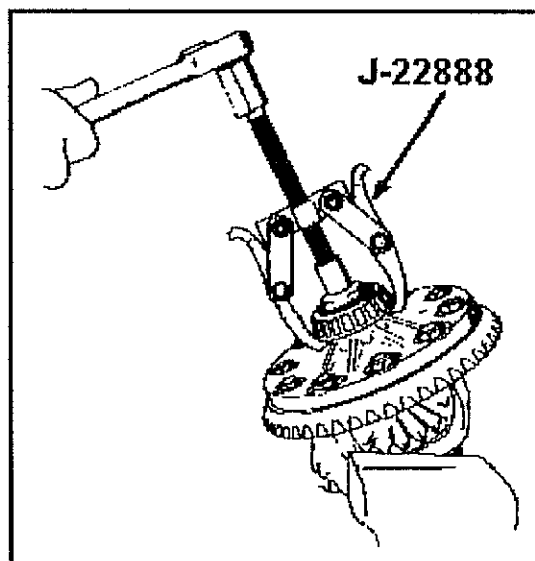

Abb. 8-15 Entfernen der Lager des Ausgleichsgehäuses
- Die Lager des Ausgleichsgehäuses mit Abzieher J-22888 wie in Abb. 8-15 gezeigt entfernen. Am Abzieher den Adapter J-81072 ansetzen.
- Beide Kegelrollenlager sind in gleicher Weise wie in Abb. 8-15 erklärt zu entfernen.